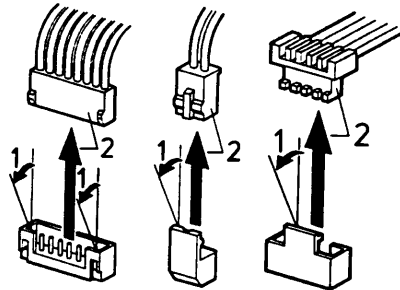

Fig. 9a
Beachten Sie bitte die verschiedenen Steckerausführungen (Fig. 9a/9b)!
- Fig. 9a: 1 - Rastnase lösen
Please note that there are different versions of connectors (Fig. 9a/9b)!
- Fig. 9a: 1 - Release locking cap